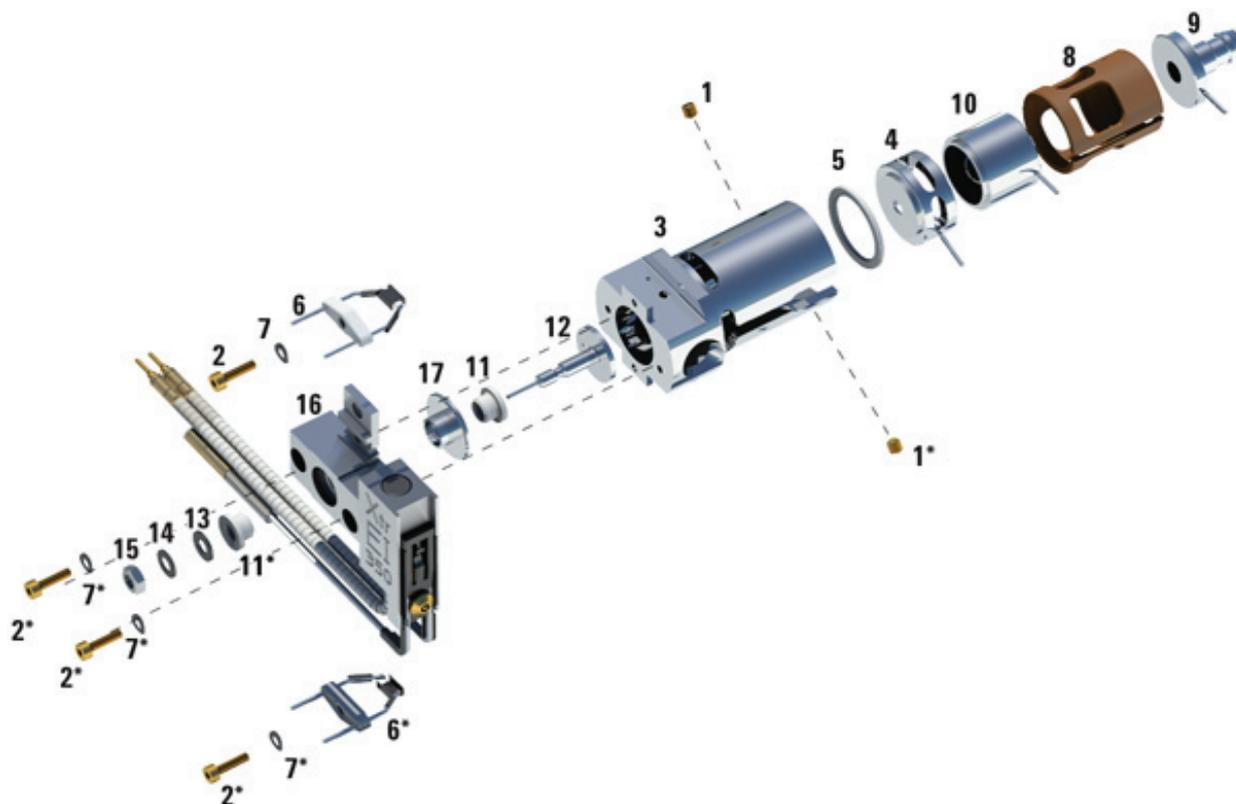

Рис. 25 Сборка ионного источника ЭУ
- 1 Соберите линзу ионного фокуса, входную линзу и изолятор линзы (Рис. 25).
- 2 Присоедините изолятор к линзе экстрактора и поместите их в корпус источника (Рис. 25).
Таблица 18 Список компонентов ионного источника ЭУ (Рис. 25)
**Таблица 18** Список компонентов ионного источника ЭУ (Рис. 25) (продолжение)